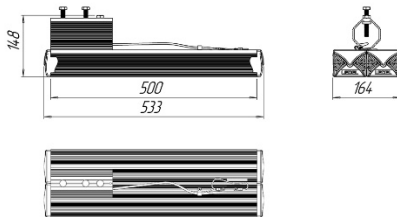

Рисунок 1 Габаритные размеры светильника «L-street 48 Standart»
1. Ослабить фиксирующие болты (кроме ограничительного болта, см. рис. 1);